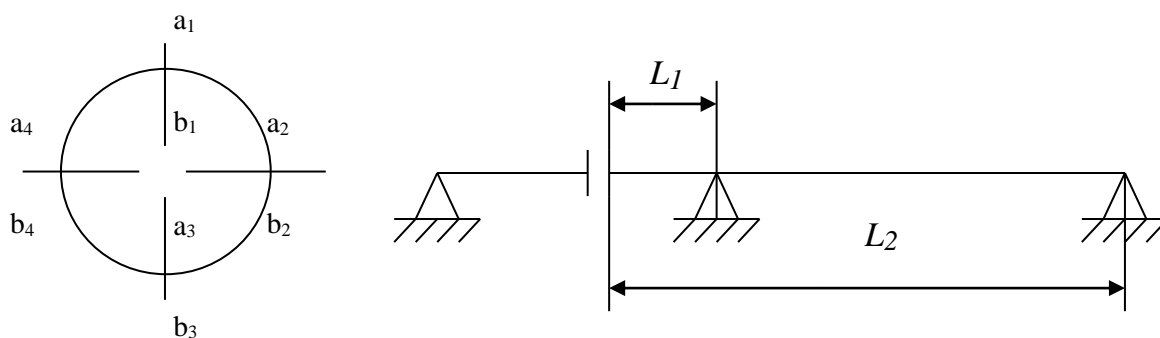

Рисунок 13 - Схема центровки машины по полумуфтам
1. Изучить схему центровки машины по полумуфтам (рисунок 13).